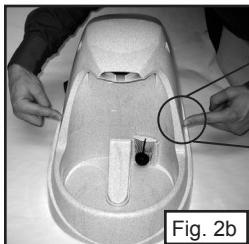

Fig. 2b
- 5) Rimuovere la custodia del filtro facendo una delicata pressione sui lati della fontana dove si incontrano la curva e la linea di giunzione. Sollevare delicatamente. (Fig. 2b-d)